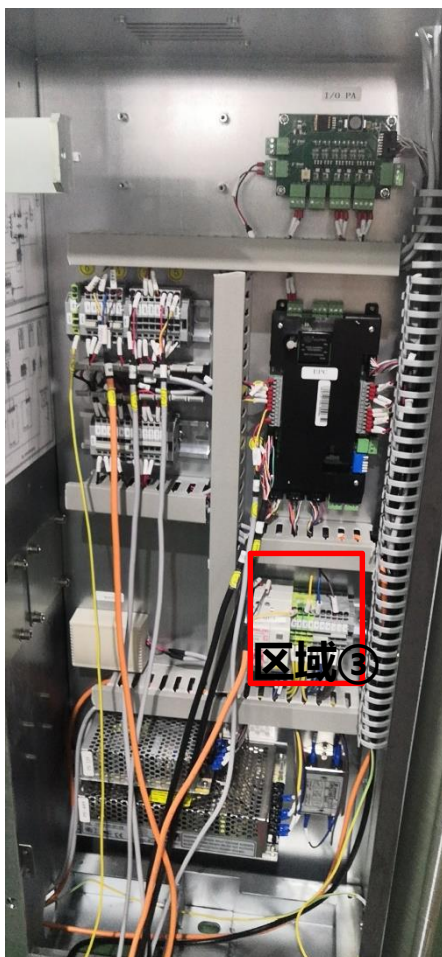

图 3-26 区域③
将预埋在 PVC 管内的市电电缆通过主机穿线孔接入，接入到区域③的空气开关上，线缆连接示意图如下。区域③的实际位置可参考图 3-26 区域③。